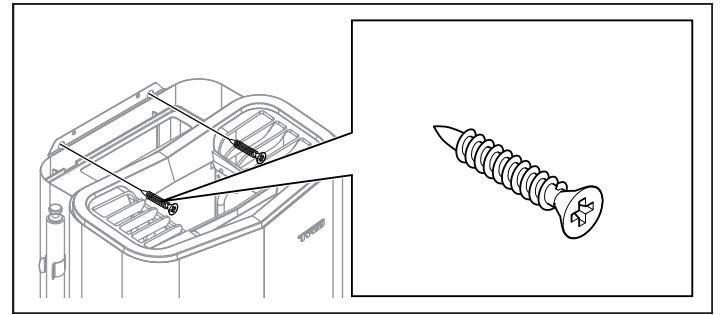

Abbildung 12: Halterung festschrauben
10. Fixierung der Heizung mit zwei Sicherungsschrauben (siehe Abb. 12).